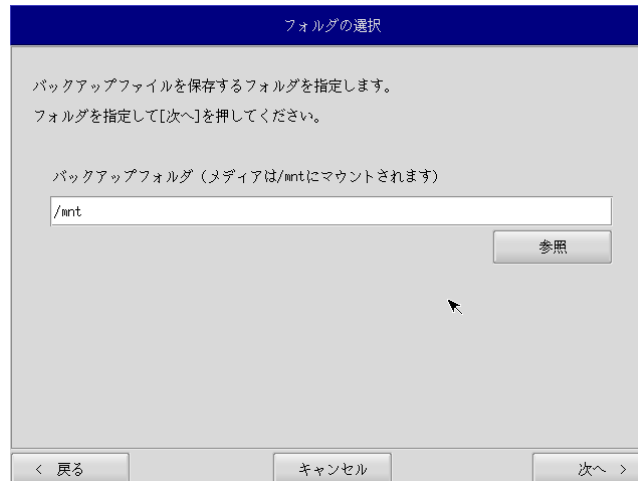

図 6-3-2. フォルダ選択画面
- ⑥ フォルダ選択画面（図 6-3-2）が表示されます。[参照]ボタンを押します。
- ⑧ フォルダ選択画面（図 6-3-2）で指定したバックアップフォルダが入力されていることを確認します。[次へ] ボタンを押します。